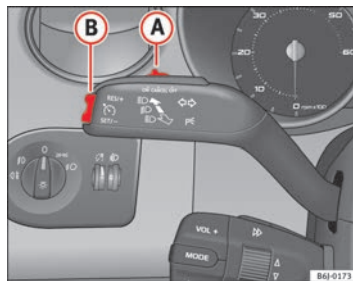

Abb. 109 Blinker- und Fernlichthebel: Schalter und Wippe für die Geschwindigkeitsregelanlage
- Drücken Sie den unteren Teil der Wippe **SET** \Rightarrow Abb. 109 **B** einmal kurz, wenn die zu speichernde Geschwindigkeit erreicht worden ist.